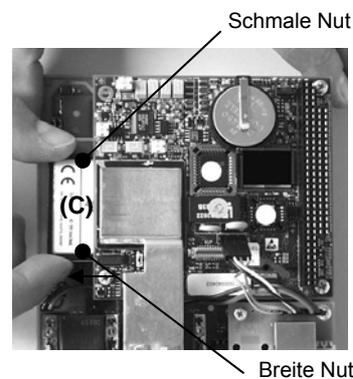

Abbildung 9:
- 3 Nach Abbildung 9 bzw. 10 kann nun die CompactFlash bzw. die Batterie entnommen und ausgetauscht werden.